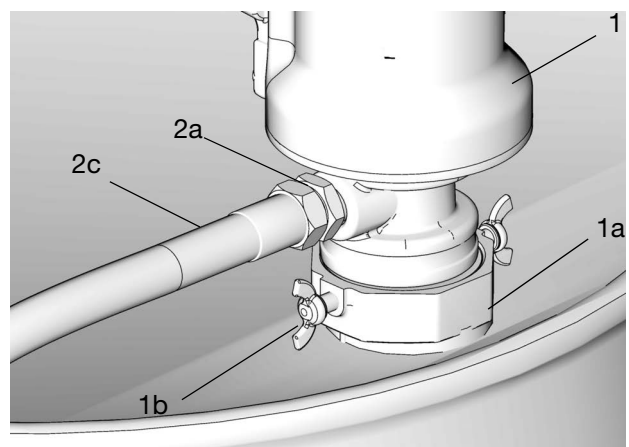

FIG. 23
1. Avvitare l'adattatore fusto della pompa (1a) nel foro del coperchio del fusto (16) e serrare bene a mano (FIG. 23).
2. Inserire la pompa (1) nell'adattatore fusto (1a) e nel fusto.
3. Assicurare la pompa in posizione stringendo le viti della guarnizione (1b) (FIG. 23).